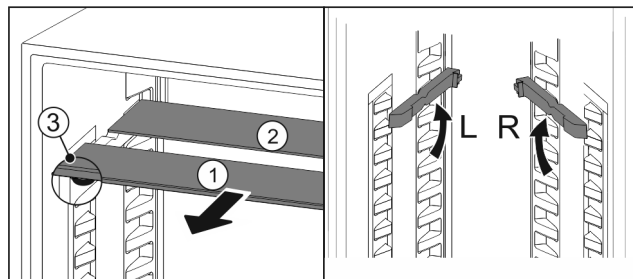

Fig. 127
- ▶ Dra ut Fig. 127 (1) glashyllorna framåt en i taget.
- ▶ Glashyllan Fig. 127 (1) med dekorlisten ligger längst fram.
- ▶ Stoppklackarna Fig. 127 (3) är vända nedåt.